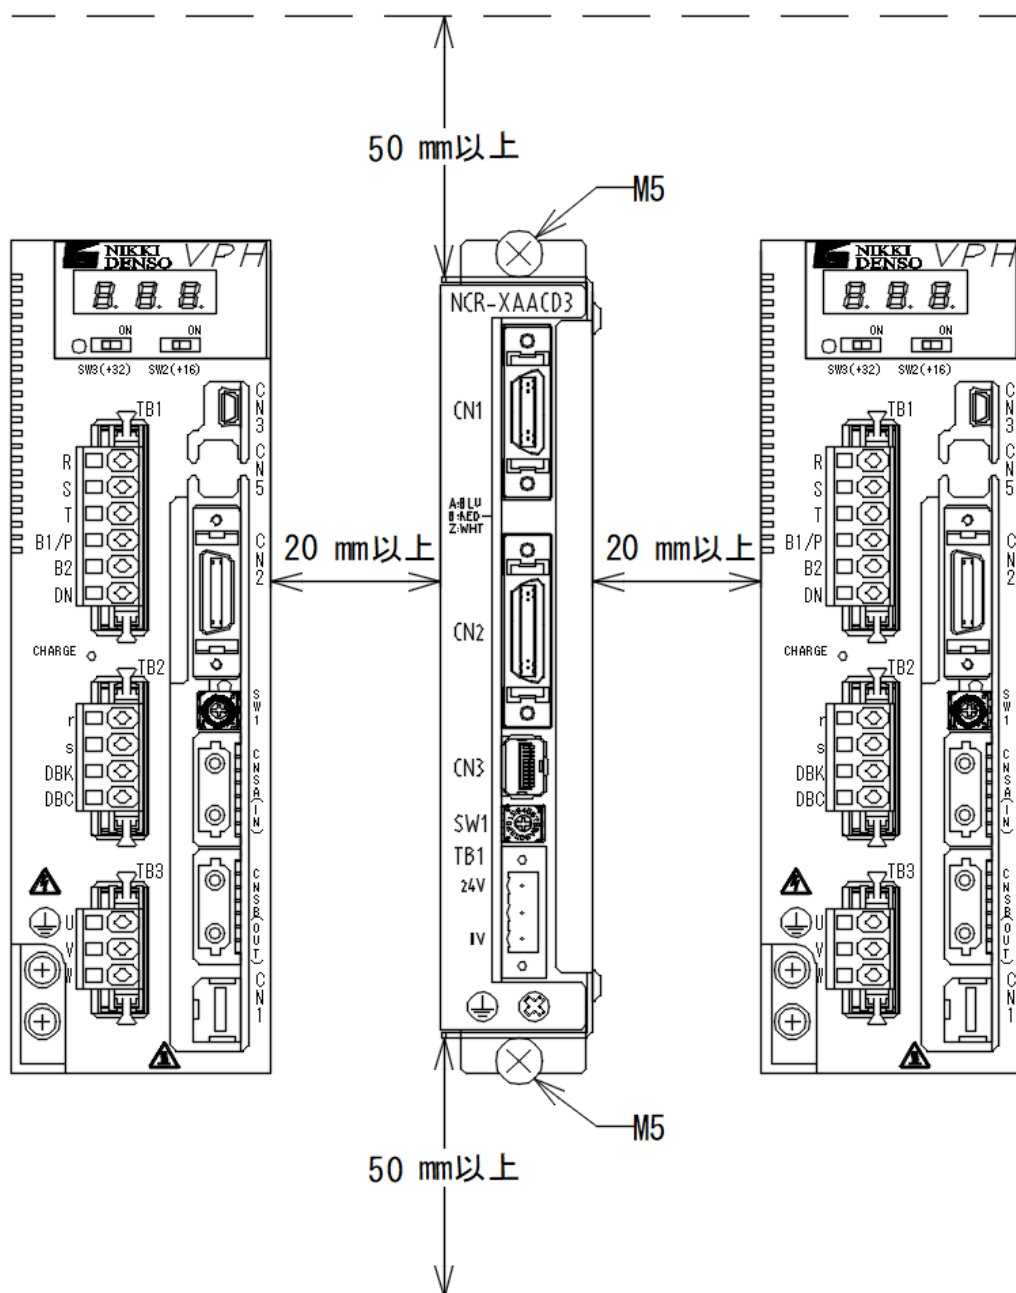

図 3-1 エンコーダ分配ユニットの据付け例
- (1) 正常な放熱効果を得るために、必ず鉛直方向に取り付けてください。
- (2) エンコーダ分配ユニットの上下・左右の空間は、放熱性やメンテナンス性の点から他の機器から「図 3-1 エンコーダ分配ユニットの据付け例」で指定した距離を確保してください。